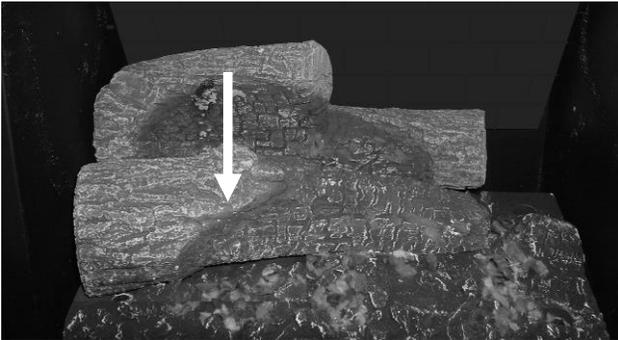

Figure 20 – Bûche 2 en Position
3. Placez la Bûche 2 dans le creux du brûleur devant la bûche 1 tel qu'illustré à la Figure 20.